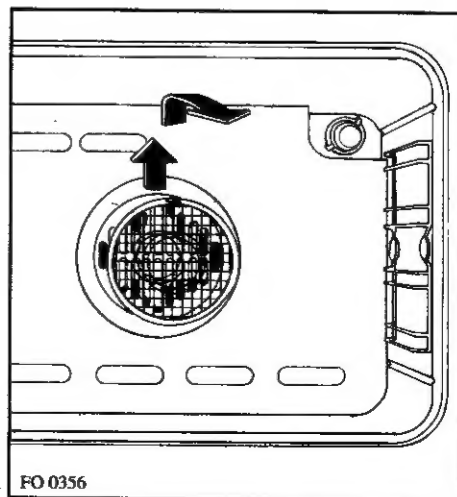

Fig. 16
Pendant la cuisson des viandes afin d'éviter que des gouttes de graisse ne se déposent sur le ventilateur il vaut mieux utiliser le filtre fourni qui, pour certains modèles, est déjà monté sur le panneau postérieur du four (Fig. 16).
- pousser vers le haut la languette qui dépasse du filtre (voir Fig. 16),